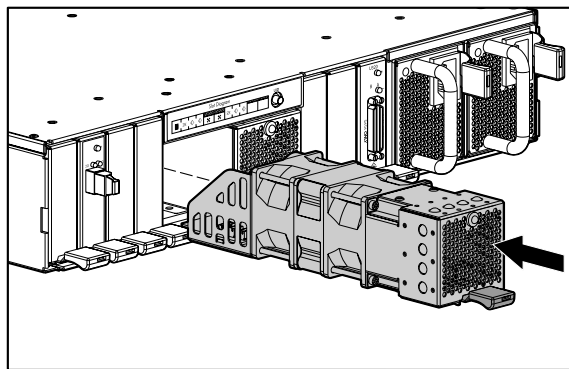

Figura 9: Instalación del módulo de ventilación
2. Inserte el módulo de ventilación en el compartimento hasta que se ajuste en su lugar como se muestra en la Figura 9.